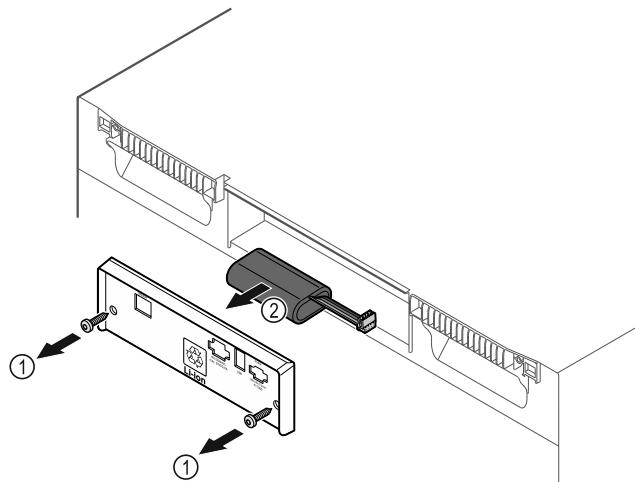

Fig. 186
- Vyskrutkujte skrutky a odstráňte kryt na zadnej strane zariadenia Fig. 186 (1).
- Odpojte a vyberte batériu Fig. 186 (2).